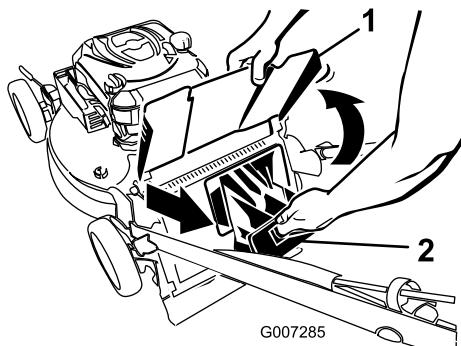

Figure 30
1. Soulevez le déflecteur d'éjection et gardez-le dans cette position (Figure 30).
| 2. Retirez l'obturateur d'éjection arrière (Figure 30). | |